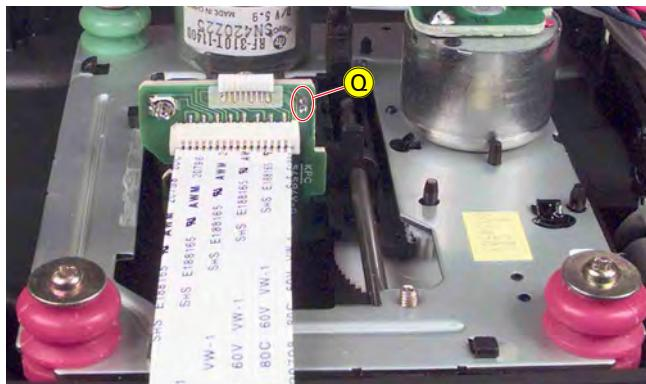

Fig. 10
- **Achtung:** Vor Abziehen des Flexprints zum CD-Laufwerk muss die Schutzlötlösteile **Q** (Fig. 10) auf der Leiterplatte der Lasereinheit kurzgeschlossen werden.
- **Attention:** Shortcircuit the protective soldered joint **Q** (Fig. 10) at the Laser pick-up PCB before disconnecting the flexprint to the CD mechanism.